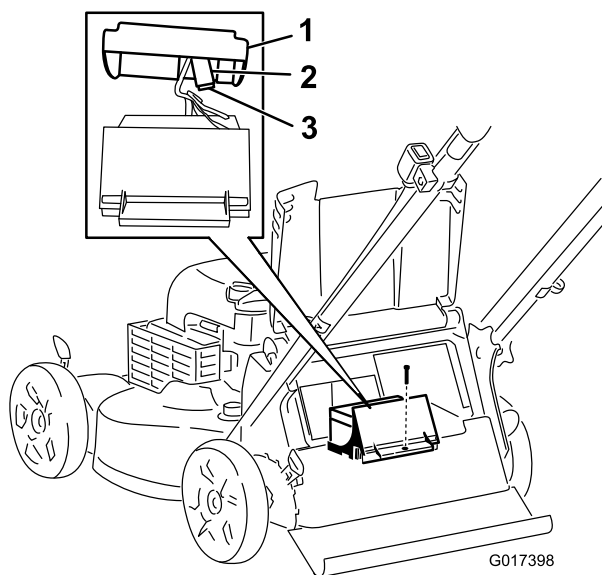

Figura 28
3. Retire o parafuso que prende o compartimento, retire a bateria e localize o fusível (Figura 28).
4. Volte a colocar o fusível no porta-fusíveis (Figura 28).